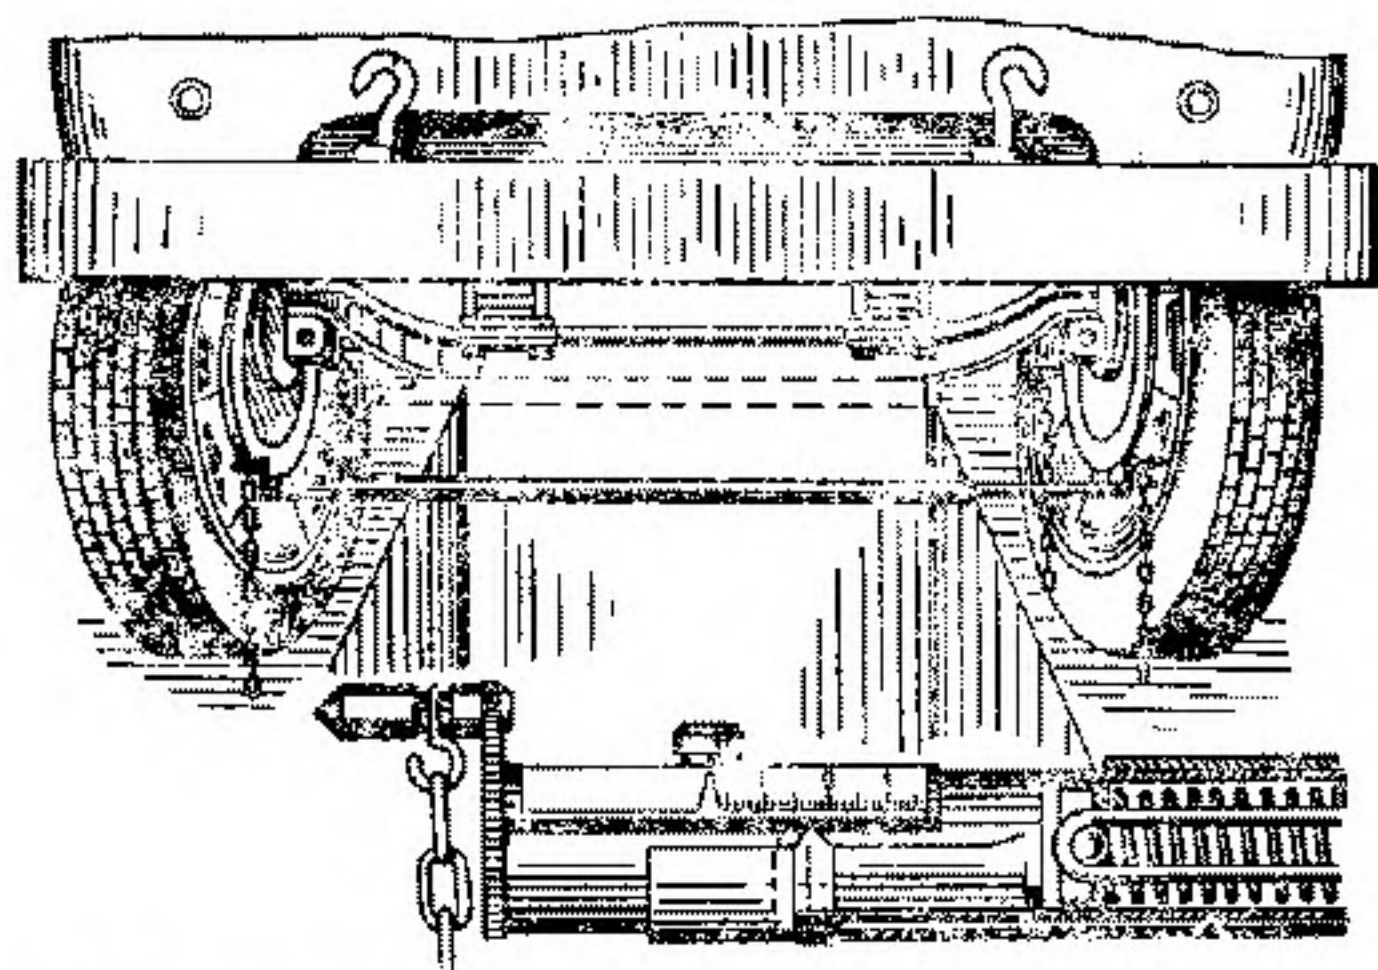

Рис. 53. Проверка схождения передних колес автомобиля ГАЗ-53-12
3. Раздвинуть линейку так, чтобы ее длина немного превышала расстояние между внутренними боковинами шин передних колес, и установить линейку наконечниками в боковины шин в горизонтальном положении на высоте центров колес спереди моста автомобиля (рис. 53).